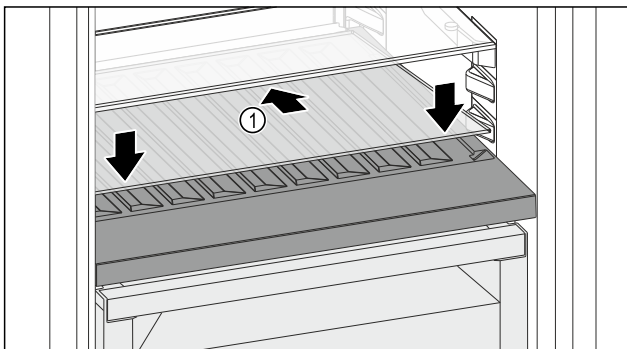

Fig. 100
- Glasplatte Fig. 100 (1) schräg und nach hinten unten geneigt ansetzen.
- Glasplatte Fig. 100 (1) vorne absenken.